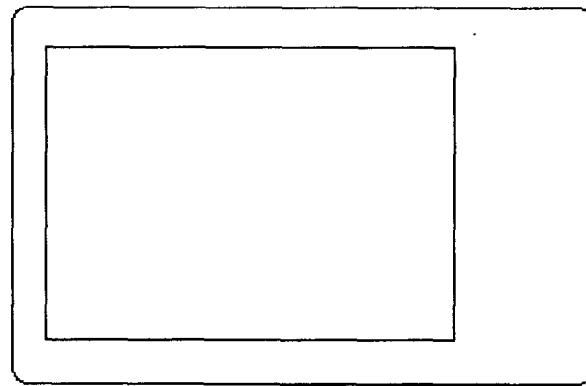

图1-1-2
- (1) 选择下列某一操作:
- (2) 输入“F”,指定使用圆角绘制矩形,然后按“Enter”键。
- (3) 输入“8”,指定圆角半径为8,然后按“Enter”键。
- (4) 在作图区合适位置单击,指定圆角矩形的左上角。
- (5) 向右下方拖动鼠标至合适位置单击,指定圆角矩形的右上角,绘出电视机的外框,如图1-1-2所示。
- (1) 单击工具栏上的“矩形”按钮。
- (2) 输入“F”,然后按“Enter”键。
- (3) 输入“0”,指定圆角半径为0,然后按“Enter”键。
- (4) 在作图区合适位置单击,指定矩形的左上角。
- (5) 向右下方拖动鼠标至合适位置单击,指定矩形的右上角,绘出电视机的屏幕,如图1-1-2所示。